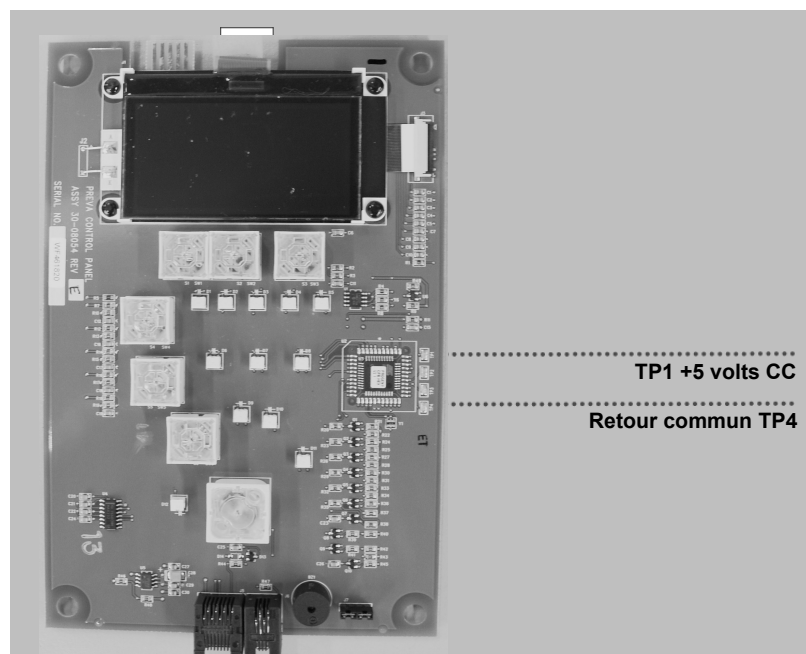

Figure 56
7. Si les tensions d'alimentation sont présentes et que le câble ruban ainsi que le câble de communication ne présentent aucun problème, ouvrez le boîtier du tableau de commande et vérifiez si la tension au niveau des points TP1 et TP4 de la carte du tableau de commande atteint +5 VCC, comme illustré à la *Figure 56*. En l'absence de tension, il est nécessaire de contrôler les tensions d'alimentation et le câble de communication. La présence de tension nécessite le remplacement de la carte du tableau de commande.